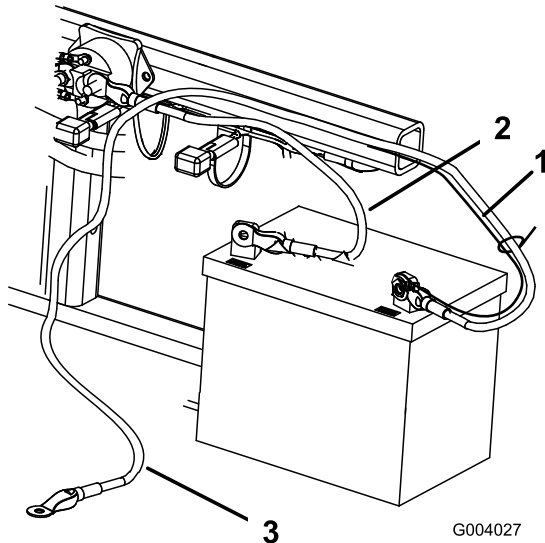

図 5
ト (1/4 x 5/8 inch) とロックナット (1/4 インチ) を使って取り付ける (図 5)。
2. ボルト (1/4 x 5/8 inch) とロックナットで、赤いプラス (+) ケーブルをバッテリーのプラス (+) 端子に固定する (図 5)。